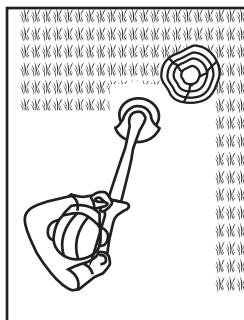

Fig. 19
4. Tire del protector de plantas (13) para evitar que el dispositivo de corte entre en contacto con objetos duros como paredes y bordillos (Figs. 19 y 20).